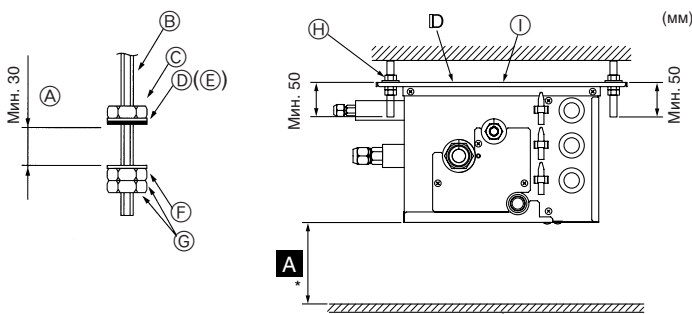

Fig. 6-1
- (2) Наденьте прокладки и гайки (①, ②, приобретаются на месте) на подвесные болты. (Fig. 6-1)
- (3) Повесьте прибор на подвесные болты.
- (4) Полностью затяните гайки (проверьте высоту потолка).
- (5) Воспользуйтесь уровнем для вертикальной регулировки ответвительной коробки.